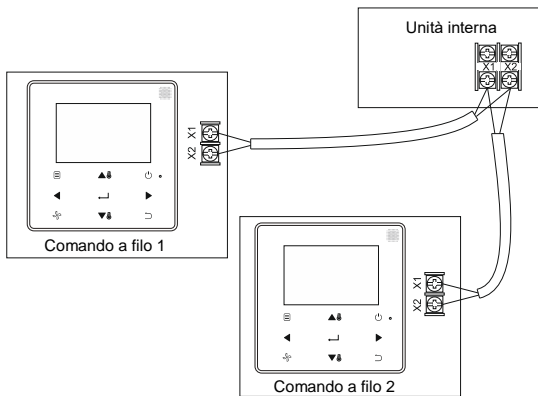

Fig. 9
4. Per la gestione di un'unità interna CC della 2a generazione è possibile utilizzare due comandi a filo (principale e secondario). I comandi a filo sono collegati tramite i morsetti X1 e X2 ai morsetti X1 e X2 dell'unità interna. Nei morsetti X1 e X2 non è necessario distinguere la polarità X1 e X2. Vedere fig. 9